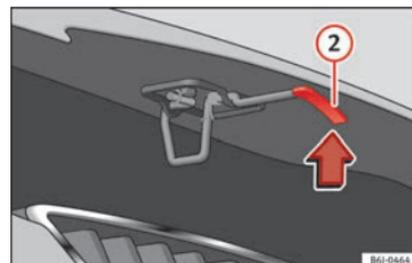

Fig. 7 Leva sotto il cofano del vano motore.
- Sollevare il cofano: tirare verso l'alto la levetta sporgente da sotto il cofano del vano motore » **fig. 7** (2). Il cofano viene disimpegnato dal gancio che lo trattiene.